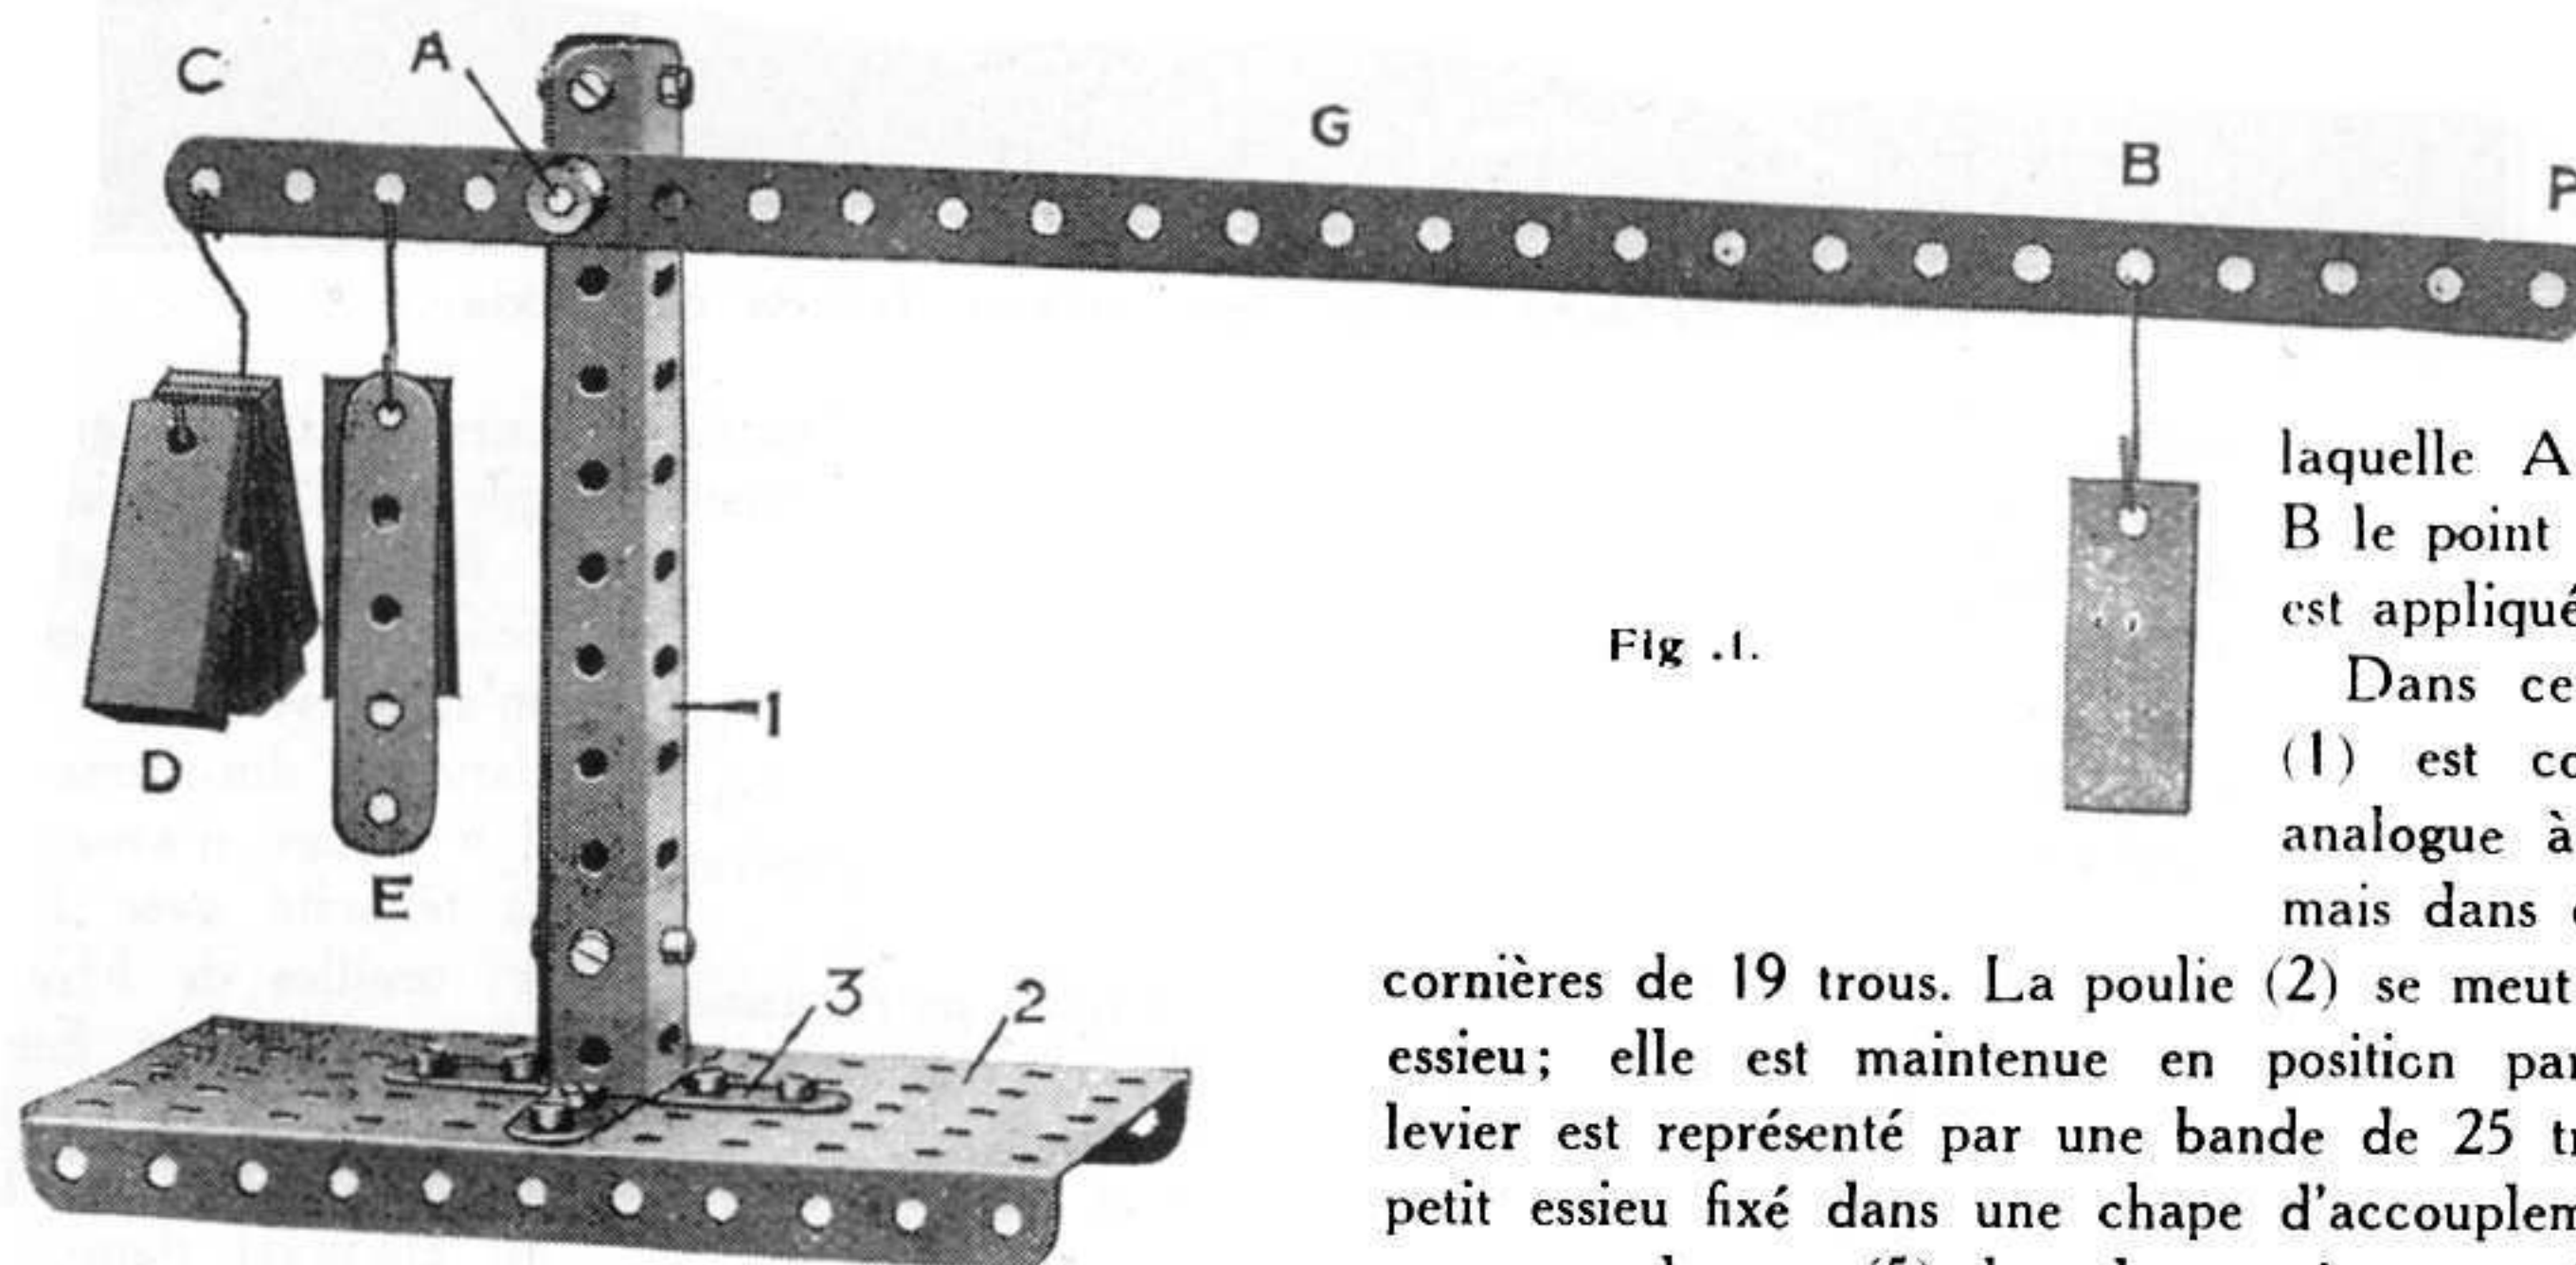

Fig. 15.
La Fig. 15 représente un levier du premier genre. Le montant du modèle se compose de deux cornières de 11 trous (1) fixées à la base (2) au moyen d'équerres de 25 m/m  $\times$  25 m/m (3) et maintenues à leur partie supérieure à l'aide de deux équerres de 12 m/m  $\times$  12 m/m. Une petite tringle qui supporte le levier, est passée en travers du montant et fixée solidement à une manivelle boulonnée à la cornière de 11 trous de l'arrière.
Dans cet exemple, le montant (1) est construit d'une manière analogue à celle de la Fig. 15, mais dans ce cas, on emploie des